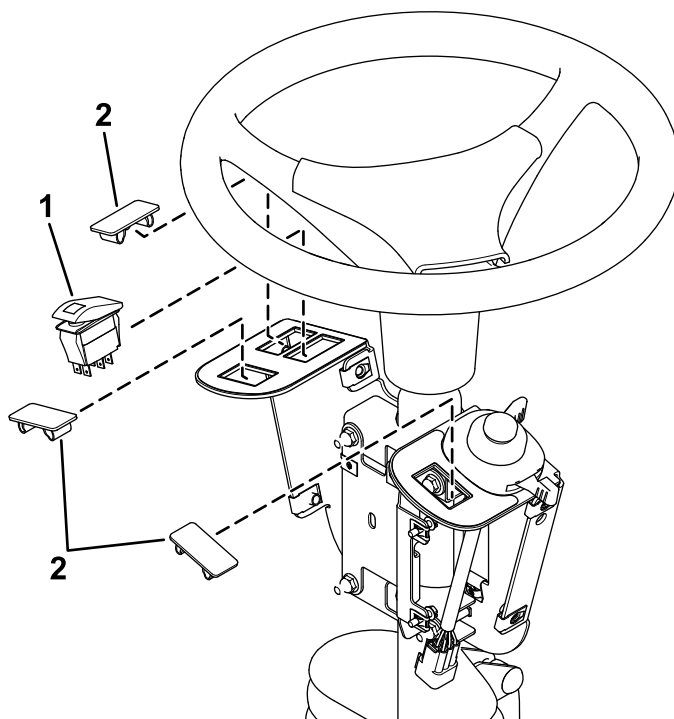

Figure 5
3. Installez l'interrupteur à bascule et les obturateurs de trou dans le support des commandes (Figure 5).